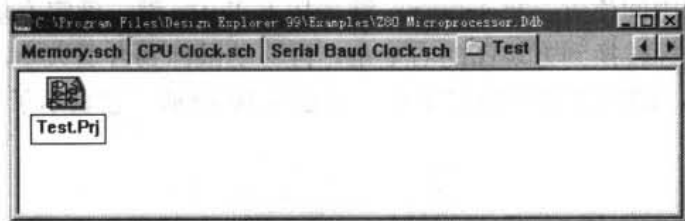

图 6-7 建立项目电路的顶层文件
- (1) 建立项目目录：打开 Design Explorer 99 SE\Examples\Z80 Microprocessor.ddb，单击 Z80 Microprocessor.ddb 选项卡使其处于激活状态，执行菜单命令 File|New，选择新文档类型为 Document Fold（文件夹），并将生成的文件夹名称更名为 Test。
- (2) 建立顶层电路图：双击 Test 文件夹使其打开，执行菜单命令 File|New 或选择在编辑窗口内的弹出菜单中的 New 命令，选择新文档类型为 Schematic Document（原理图），并将生成的原理图文件名更名为 Test.Prj，如图 6-7 所示。